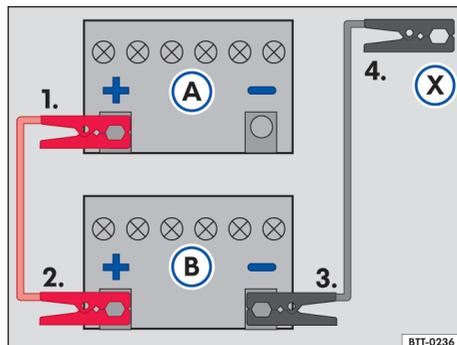

Fig. 123 Esquema para a conexão dos cabos auxiliares de partida: bateria do veículo descarregada (A) e bateria do veículo fornecedora de corrente (B).
Legenda para → Fig. 123:
- Conectar uma extremidade do cabo auxiliar de partida *vermelho* ao polo positivo → Fig. 123 ⊕ do veículo com a bateria do veículo descarregada ① → ⚠.
- Conectar a outra extremidade do cabo auxiliar de partida *vermelho* ao polo positivo ⊕ da bateria do veículo fornecedora de corrente ②.
- Conectar uma extremidade do cabo auxiliar de partida *preto* ao polo negativo ⊖ da bateria do veículo fornecedora de corrente ③.
- Conectar a outra extremidade do cabo auxiliar de partida *preto* ⊗ no veículo com a bateria do veículo descarregada em uma peça maciça de metal aparafusada firmemente ao bloco do motor ou no próprio bloco do motor - porém não nas proximidades da bateria ④ → ⚠.